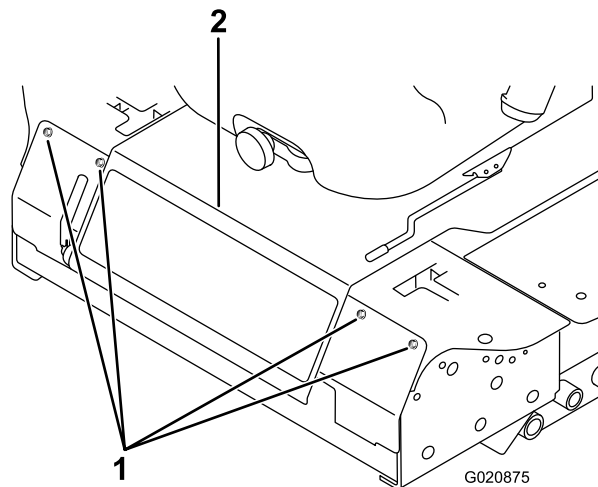

Figura 53
2. Togliete i bulloni che fissano il pannello anteriore, e rimuovete il pannello (Figura 53).